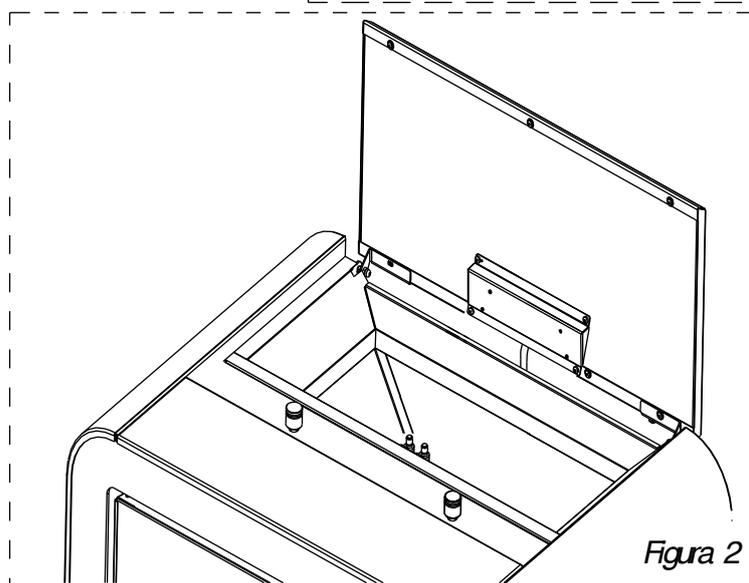
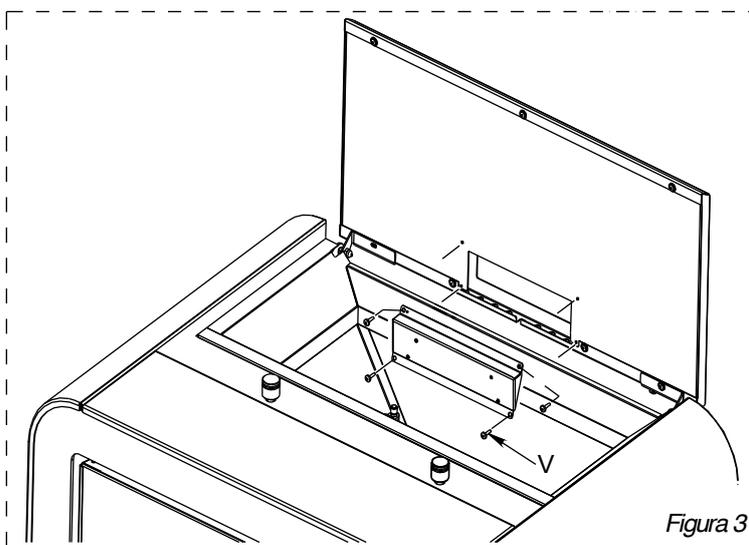
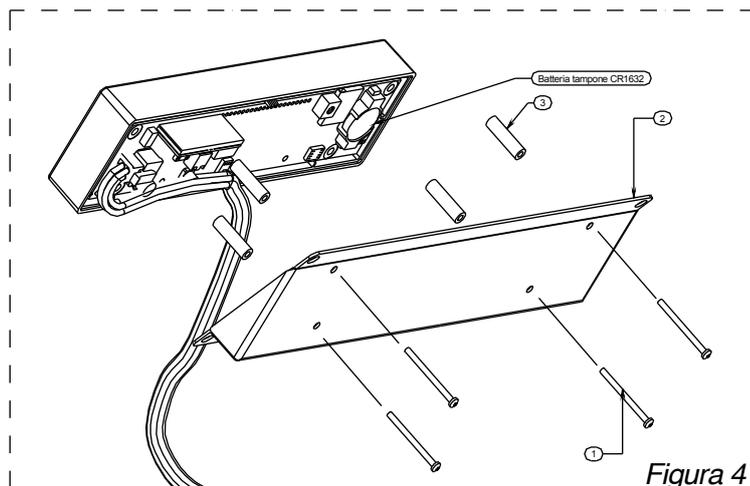

Figura 2
Figura 3
Figura 4
**SETTIMANALMENTE** pulire dai cassetti cenere **V** e **V1** la cenere (figura 4, figura 8): per accedere al vano **V** è sufficiente alzare il braciere **B** e il catalizzatore **A** dalla loro sede (figura 1, 3 e 4).
Nel caso della Cuba 10 e della Cuba 12 seguire le indicazioni delle Figura 2, Figura 3, Figura 4.